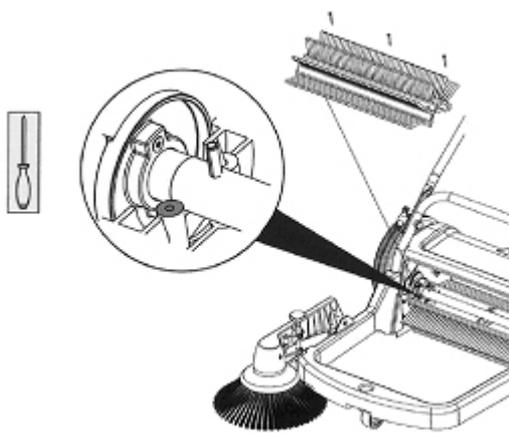

Fig. 11
- Tirer la demi-brosse pour l'enlever de son axe (Fig. 11).